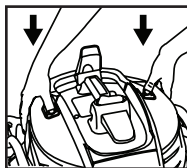

FIGURE 17
24. Placer la poignée en position initiale et pousser les extrémités de la poignée vers le bas avec les pouces pour la remettre en place. **FIGURE 17.**